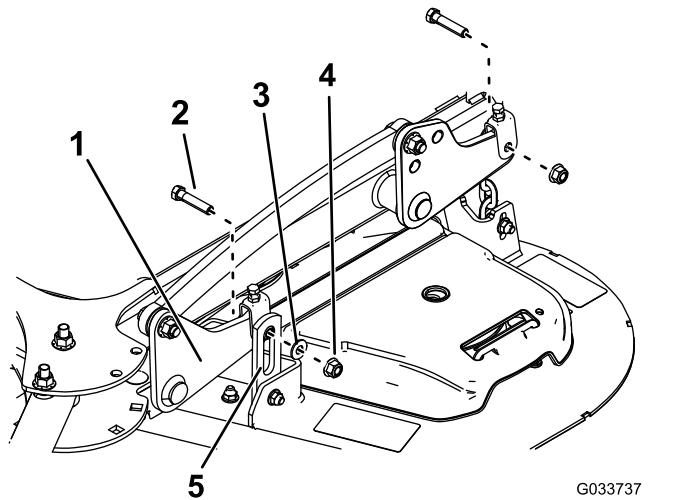
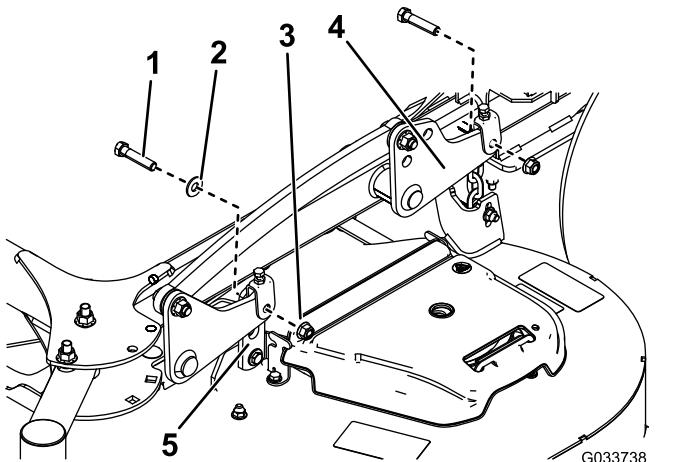

Figura 93
Figura 94
5. Retire los 2 pernos, las 2 tuercas y la arandela que conectan los ganchos de la carcasa de corte con las placas de elevación para ambos lados de la carcasa de corte (Figura 93 y Figura 94).
Nota: Coloque los soportes de ganchos delanteros del exterior de los brazos de elevación delanteros para carcasa de 132 cm (52") (Figura 93). Coloque los soportes de ganchos delanteros del interior de los brazos de elevación delanteros para carcasa de 152 cm (60") (Figura 94).